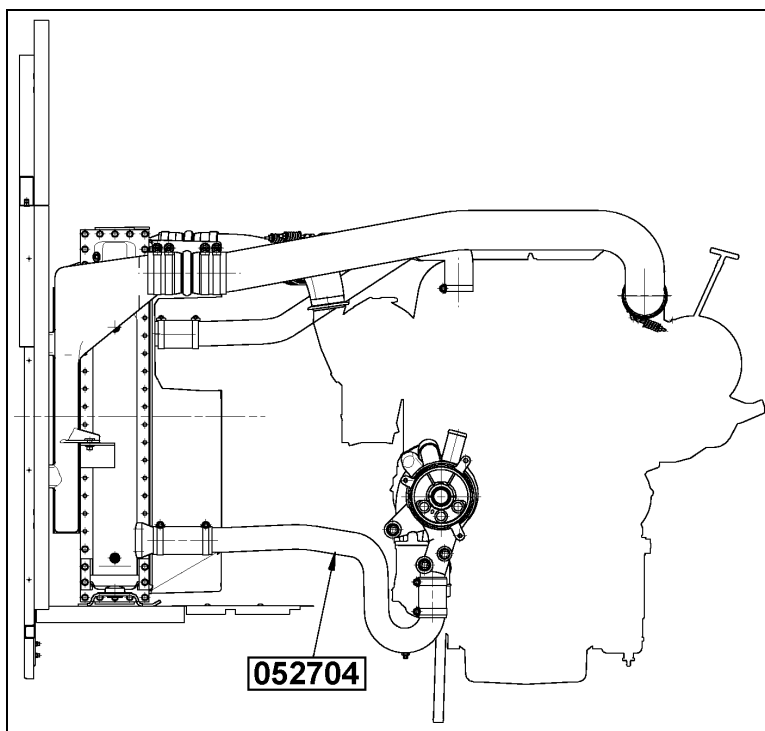

FIGURE 10 : EMPLACEMENT DE LA CANALISATION D'ADMISSION
29. Installer la canalisation d'admission (052704) de la pompe à eau (Voir figure 10).